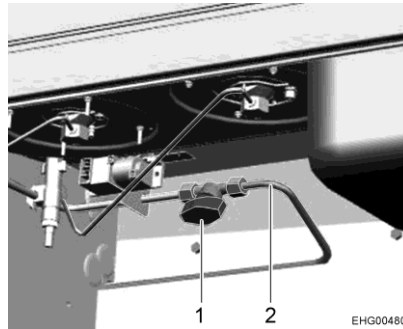

Bild 38 Gasavstängningsventil
I fordonet finns en gasavstängningsventil (Bild 38,1) för varje gasspis. Dessa gasavstängningsventiler befinner sig nedanför gasspisen.
- Öppna: ■ Ställ gasavstängningsventilen parallellt mot gasledningen (Bild 38,2).